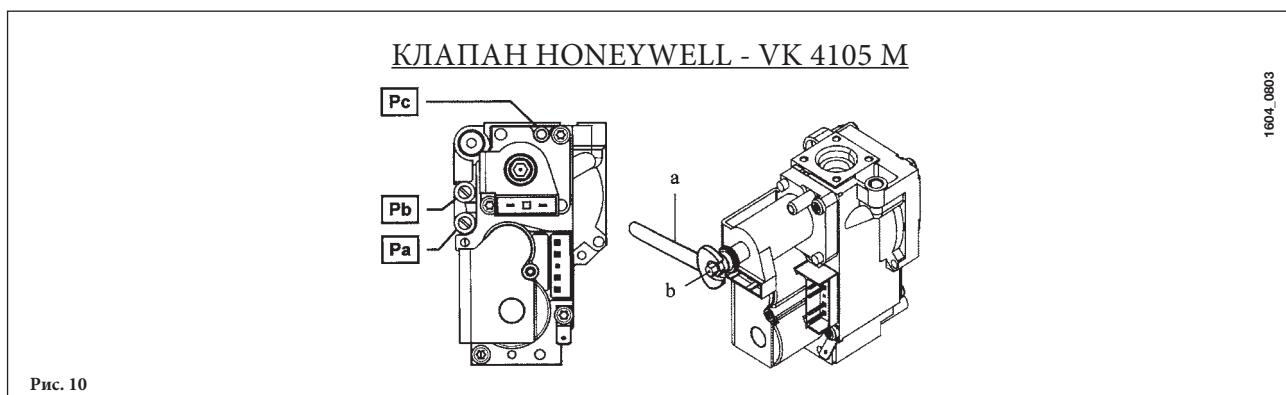

Рис. 10
Подключите положительный вход дифференциального манометра с пределом измерения не менее 60 мбар и точностью измерения не более 0,1 мбар, к точке измерения давления (**Pb**) газового клапана (Рисунок 10). Подключите, только для моделей с закрытой камерой, отрицательный вход этого же манометра к специальному тройнику, позволяющему соединить между собой компенсационную точку котла, компенсационную точку газового клапана (**Pc**) и сам манометр. (Аналогичное измерение можно выполнить, подсоединив манометр к точке измерения давления (**Pb**) и без передней панели закрытой камеры);
- убедитесь, что динамическое давление газа (**Pa**), измеренное в контрольной точке (**Pa**) газового клапана (Рис. 10), соответствует требуемой величине (37 мбар для пропана или 20 мбар для природного газа).